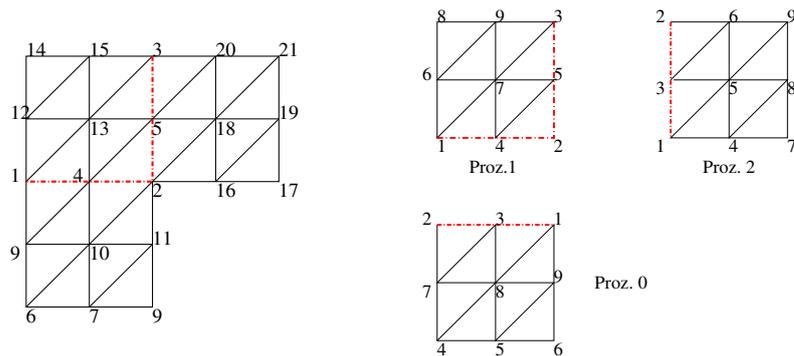

Figure 2: Links: Globales Netz für L-Gebiet. Rechts: Verteiltes Netz für L-Gebiet.
- (ii) Ω ein L-Gebiet, siehe Fig. 2.
Wir diskretisieren das Randwertproblem mittels linearer finiter Dreieckselemente auf einem Netz bestehend aus $8n^2$ bzw. $6n^2$ kongruenten gleichschenkelig-rechtwinkligen Dreiecken, vgl. Fig. 2 ($n = 2$). Das zugehörige Gleichungssystem
1. Beschreibe für das Netz in Fig. 2 die Booleschen Matrizen H_0, H_1, H_2 (siehe Vorlesung).